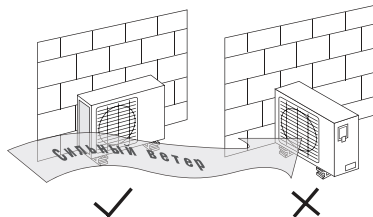

Рис. 16
- Место должно быть удобным для монтажа, сухим, с хорошим доступом воздуха, но без сильного ветра (рис. 16).